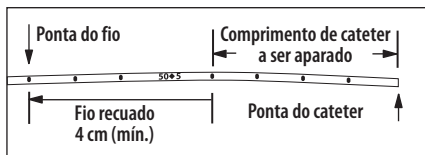

Figura 2
8. Faça recuar o fio de colocação/estilete rígido através do septo para que o fio recue 4 cm, no mínimo, para trás do local onde o cateter foi cortado (ver figura 2).